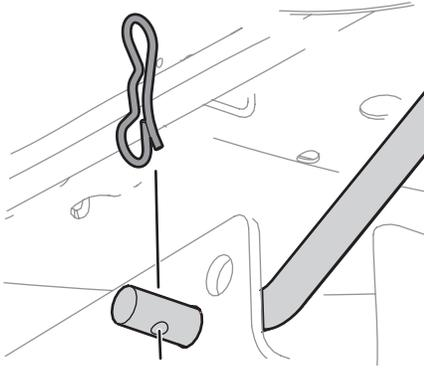

Figure 4-5
14. Dégagez la goupille fendue de la tige de relevage avant du plateau de coupe la maintenant sur le plateau de coupe. Voir la Figure 4-5. Dégagez la tige de relevage du plateau de coupe du support d'accrochage avant.